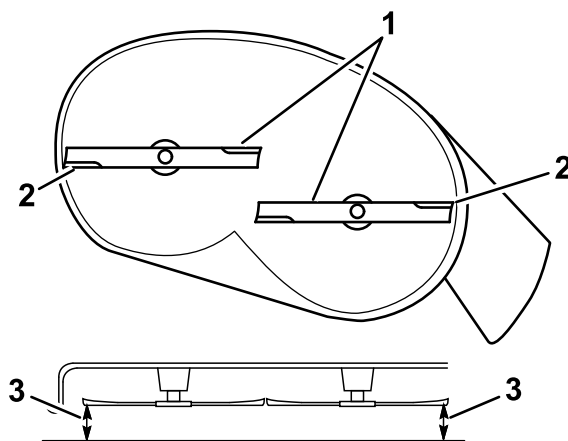
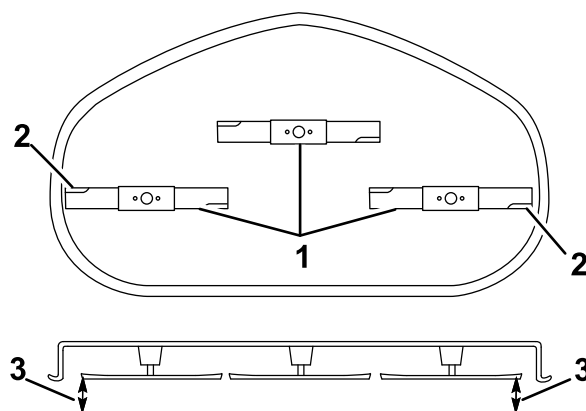

Рисунок 67
Рисунок 68
5. Измерьте расстояние от наружных режущих кромок до плоской поверхности (Рисунок 67 и Рисунок 68).